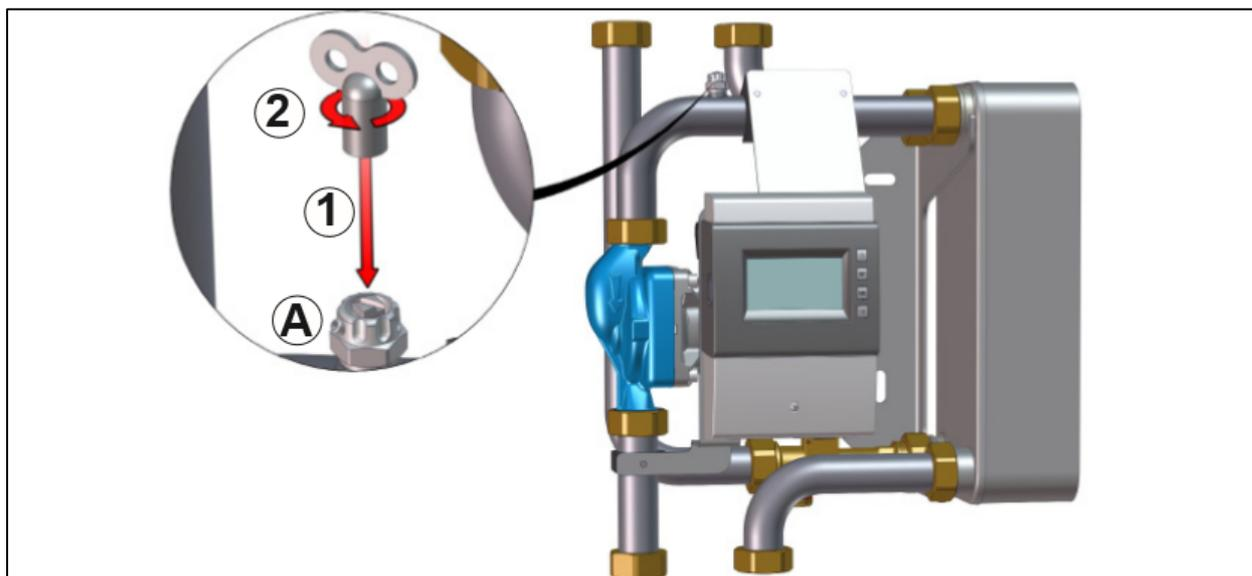

Figure 6 : purgeur
- Ouvrez le purgeur (reportez-vous à la Figure 6, A) et maintenez-le ouvert jusqu'à ce qu'il n'y ait plus d'air qui s'échappe.